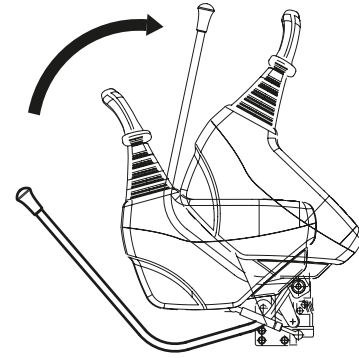

Figura 1
Al abandonar el asiento del operador, coloque la palanca de seguridad en la posición "BLOQUEO" (Figura 1); de lo contrario, podría ocurrir un
1. Coloque la palanca de seguridad en "BLOQUEO" (Figura 1).